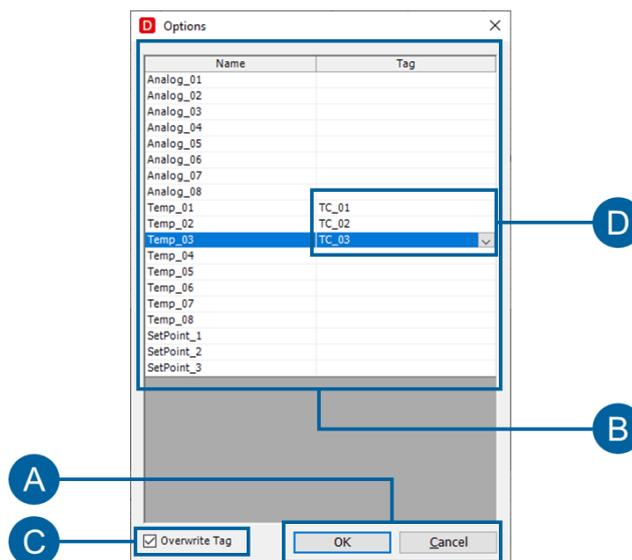

Figura 16. Importa Calibrazione
- Selezionare il file in cui precedentemente si era salvata la calibrazione. Dopo l'apertura del file compare la Figura 16.